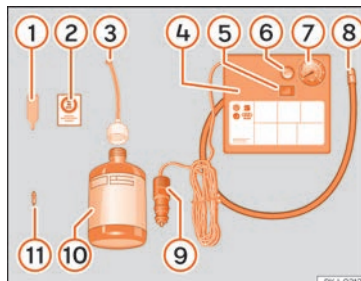

Fig. 104 Représentation standard : contenu du kit anticrevaison.
Le kit anticrevaison se trouve dans le coffre à bagages, sous le revêtement du plancher de chargement. Il inclut les composants suivants » fig. 104 :
Revissez le tuyau de gonflage » fig. 104 ⑧ et vérifiez la pression de gonflage du pneu sur l'indicateur ⑦.